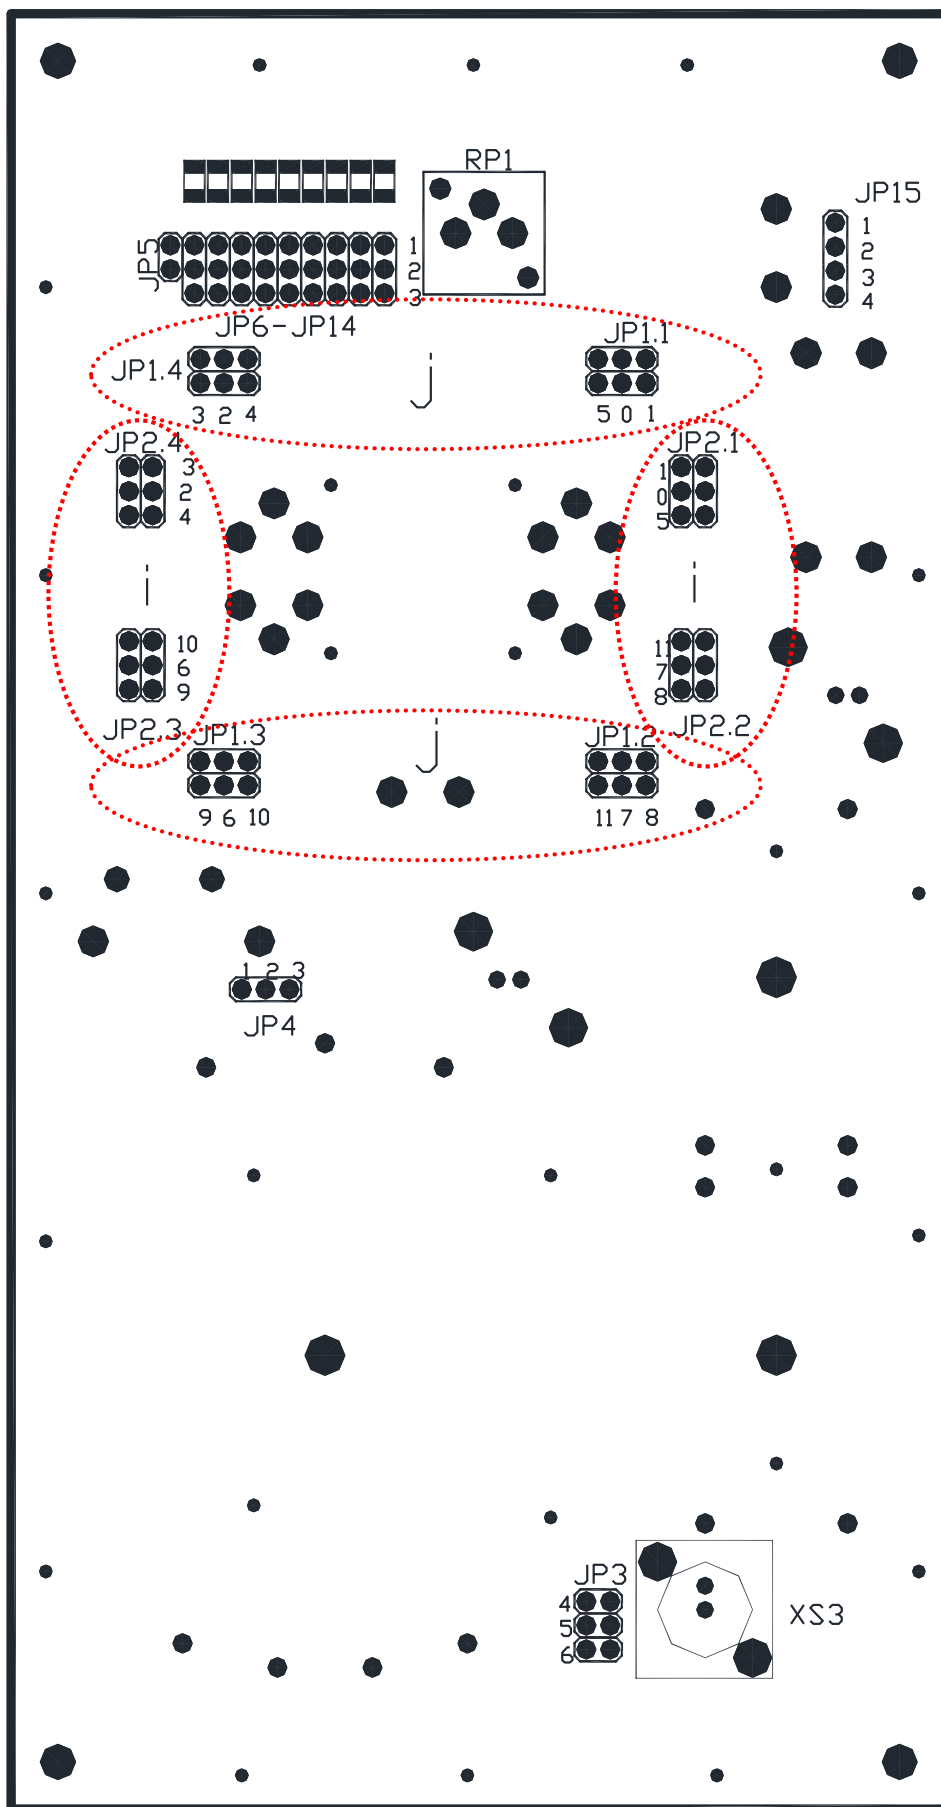

Рисунок 2.1 – Сборочный чертеж БС
**2.4.2** Согласовать сопротивление аппаратуры и линии. При отличии измеренного волнового сопротивления линии от 75 Ом (заводская установка) выбрать и установить сопротивление согласующего трансформатора с помощью комбинацией переключателей JP4 и JP3 БС (рисунок 2.1).
**2.4.6.1** Необходимо подключить на вход канального фильтра БС (рисунок 2.1) селективный вольтметр, настроенный на частоту передатчика и изменяя параметры комплексного сопротивления добиться минимальных показаний селективного вольтметра. Сначала подстраивается активная составляющая, при этом с помощью переключки JP15 осуществляется дискретная, а резистором RP1 – плавная подстройка активной составляющей R комплексного сопротивления ДСР.
**2.4.6.2** Компенсация реактивной составляющей комплексного сопротивления (рисунок 2.1) осуществляется с помощью переключек JP1.1, JP1.2, JP1.3, JP1.4, JP2.1, JP2.2, JP2.3, JP2.4 (L значения индуктивностей представлены в таблице 2.8) и JP6 – JP14 (для C таблица 2.9). При изменении значений индуктивностей и емкостей, также добиваемся минимальных показаний селективного вольтметра. После этой операции, опять повторяем подстройку активной составляющей и так до тех пор, пока не добьемся минимальных показаний прибора.